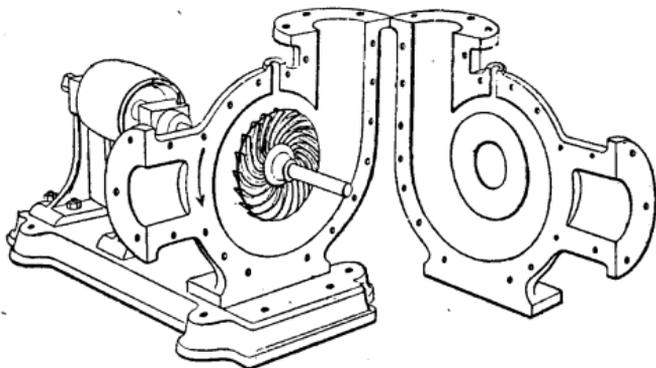

Fig. 517.
**POMPE A RÉACTION RADIALE** (fig. 517). — Un disque à palettes tourne à grande vitesse (1000